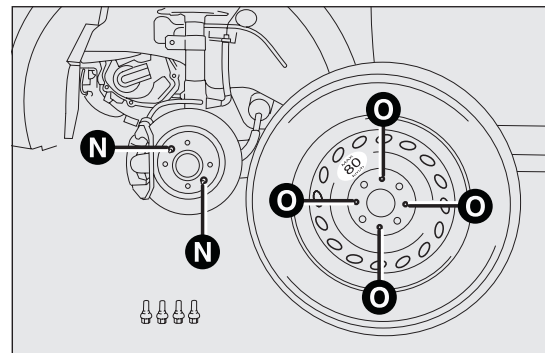

fig. 100
- montare il ruotino di scorta facendo coincidere il perno N fig. 100 con uno dei fori O fig. 100 presenti sulla ruota;